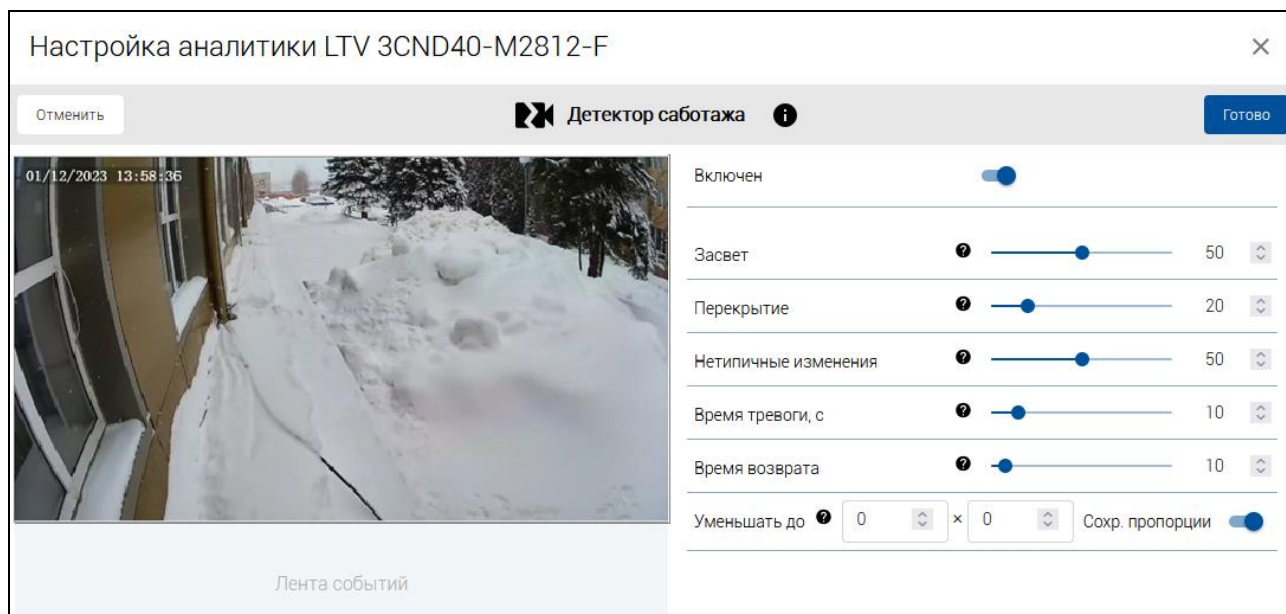

Рисунок 54 - Настройка видеодетектора саботажа
- 1) В списке детекторов выделить строку **Детектор саботажа**, нажать на кнопку , откроется окно настройки (рис. 54).